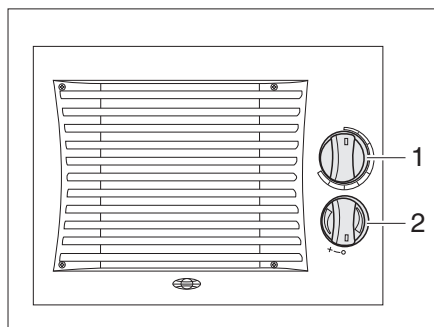

Fig. 187 Elementos de mando termocambiador adicional
- Girar el regulador giratorio (Fig. 187,1) del regulador volumétrico de paso a la posición deseada. El circuito de agua está abierto.
- Girar el conmutador del ventilador (Fig. 187,2) del ventilador de circulación de aire en sentido de las agujas del reloj.
- Girar el conmutador del ventilador (Fig. 187,2) a "0".
- Girar el regulador giratorio (Fig. 187,1) del regulador volumétrico de paso completamente hacia atrás.